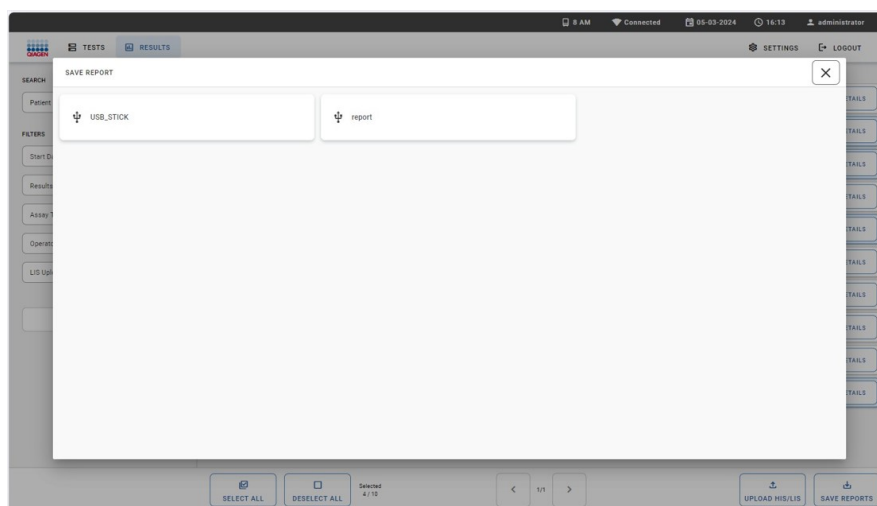
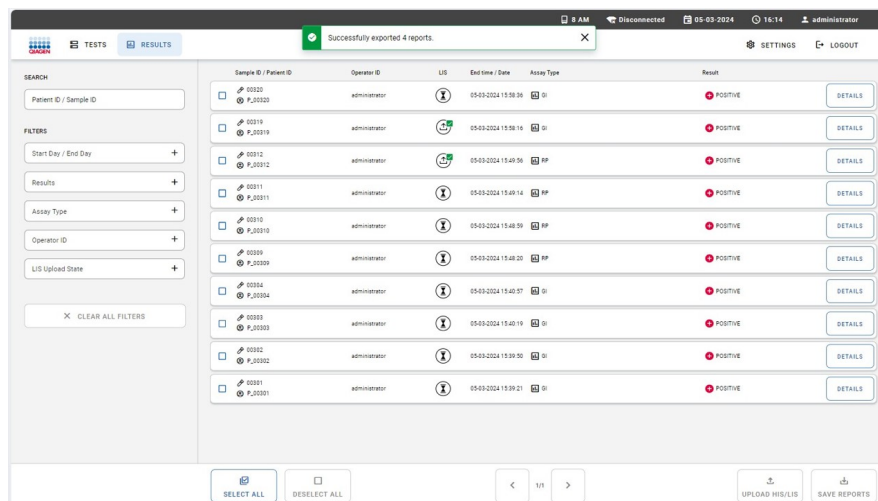

Bild 51. Exportera resultat till en USB-lagringsenhet.
Bild 52. Lyckad export.
3. Välj önskad USB-enhet (Bild 51) om flera USB-enheter är anslutna. När exporten av rapporterna är slutförd visar systemet ett meddelande i meddelandefältet (Bild 52).